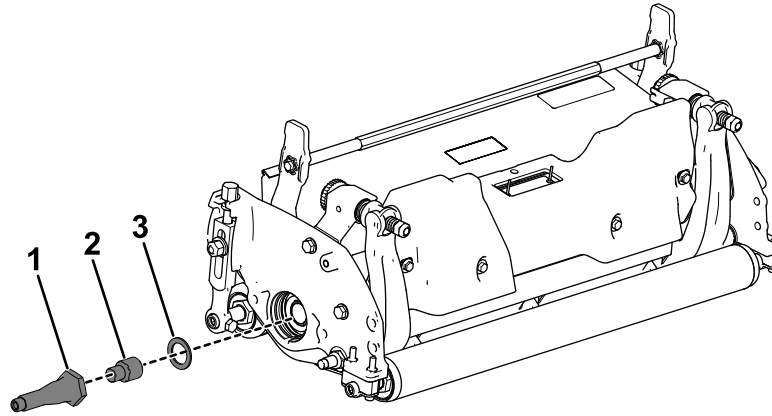

Figura 11
4. Instale a anilha e o conjunto do adaptador no cilindro e aperte com 115 a 129 N·m; consulte a Figura 11.